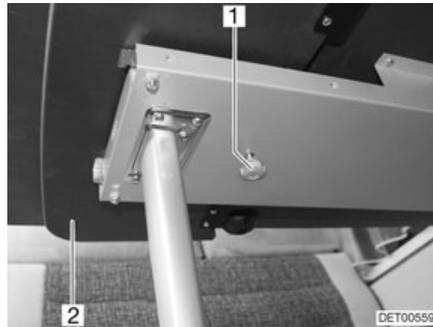
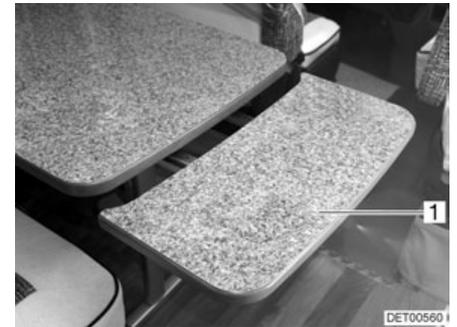

Fig. 78 Bloqueo de la prolongación del tablero de mesa
Fig. 79 Prolongación del tablero de mesa
- Aflojar el tornillo moleteado (Fig. 78,1).
- Extraer la prolongación del tablero de mesa (Fig. 78,2) hasta el tope (Fig. 79).
- Girar la prolongación del tablero de mesa (Fig. 79,1) hacia arriba formando un arco. La prolongación del tablero de mesa tiene contacto a ras con el tablero de la mesa.
- Retirar la prolongación del tablero de mesa (Fig. 79,1) del tablero de la mesa hasta el tope y presionarla hacia abajo venciendo la resistencia de los resortes de retención. La prolongación del tablero de mesa se desplazará hacia abajo formando un arco (Fig. 79).
- Apretar el tornillo moleteado (Fig. 78,1).